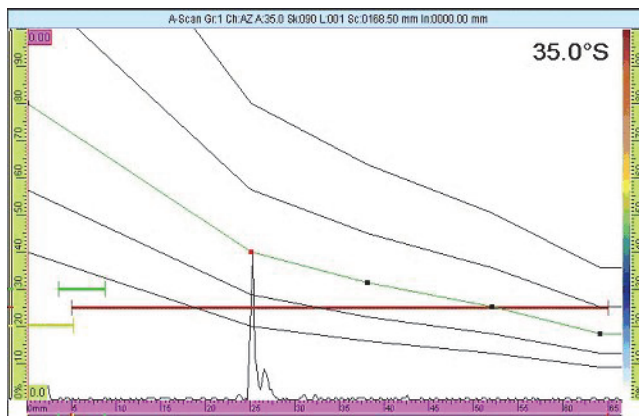

Рис. 6-7 Кривая DAC на следующем сигнале
- b) Настройте значение параметра **Амплитуда** для перемещения кривой DAC к максимуму сигнала от отражателя (см. Рис. 6-7 на стр. 185).